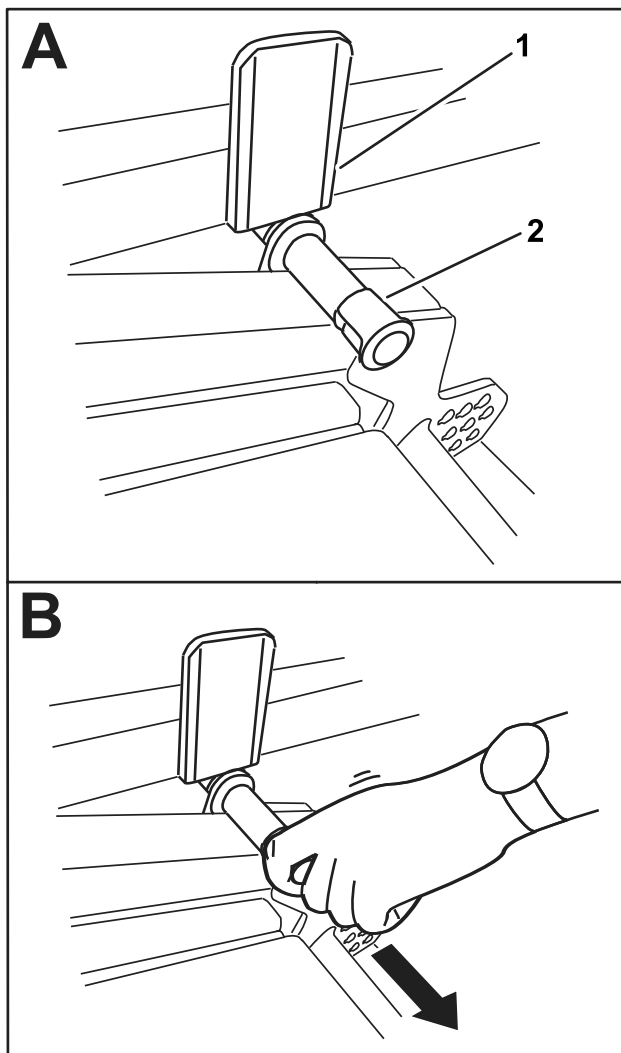

Figura 42
2. Rode lentamente a unidade de corte para baixo até o pino entrar em contacto com a placa do braço de elevação (A em Figura 42).
3. Com o pé, pressione para baixo a unidade de corte, depois puxe o pino para fora (B em Figura 42) para deixar a unidade de corte assentar na posição TRANSPORTE.